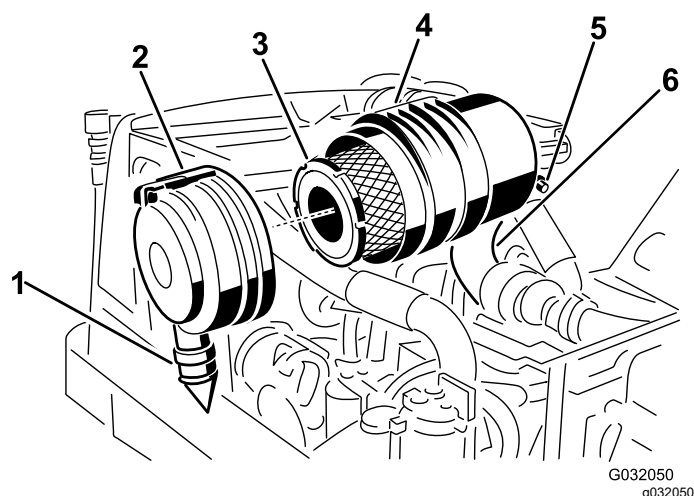

Рисунок 47
2. Снимите фильтр грубой очистки (Рисунок 47).
3. Замените фильтр грубой очистки (Рисунок 47).
7. Установите крышку так, чтобы резиновый выпускной клапан находился в нижнем положении — примерно между «5 и 7 часами» при взгляде с торца, и зафиксируйте защелку (Рисунок 47).